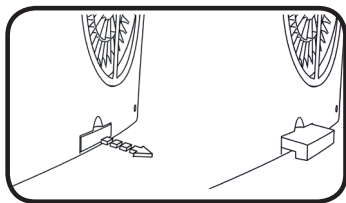

Fig. 1: Picior suport
1. Scoateți piciorul suport din orificiul prevăzut pentru acest lucru pe partea din spate a aparatului (vezi fig. 1).